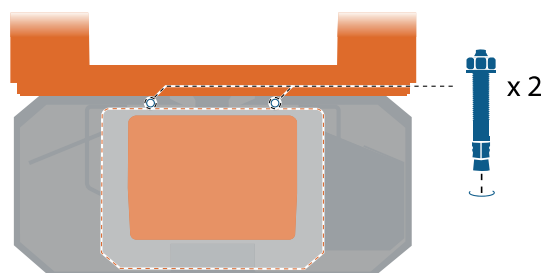

Bild 21 Förankra pallyftare utan mittstödben med ytterligare 2 expanderbultar.
8. På pallyftare utan mittstödben, förankra pallyftaren i underlaget med hjälp av ytterligare 2 expanderbultar, se bild 21. Besök [www.edmolift.com/installation](http://www.edmolift.com/installation) för mer information.